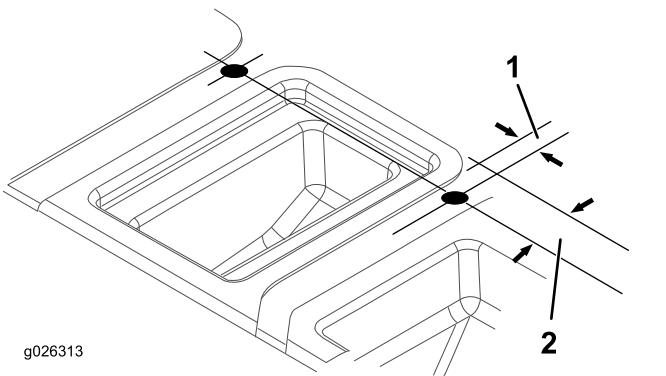

Figure 10
- En vous aidant des dimensions indiquées à la Figure 10, localisez, repérez et percez 2 trous au sommet du carénage de siège.